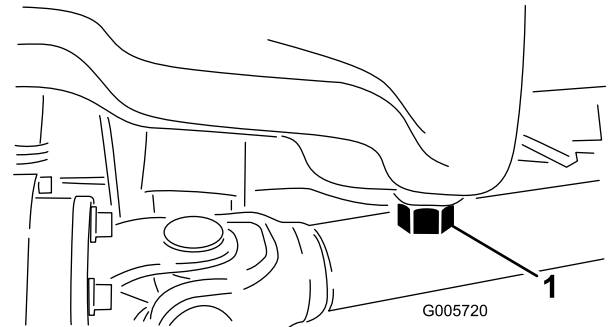

**Figura 45**
3. Retire y cambie el filtro primario (Figura 45). No se recomienda limpiar el elemento usado debido a la posibilidad de causar daños al medio filtrante. Asegúrese de que el filtro nuevo no ha sido dañado durante el transporte, comprobando el extremo sellante del filtro y la carcasa. No utilice el elemento si está dañado. Introduzca el filtro nuevo presionando el borde exterior del elemento para asentarlos en el cartucho. No aplique presión al centro flexible del filtro.